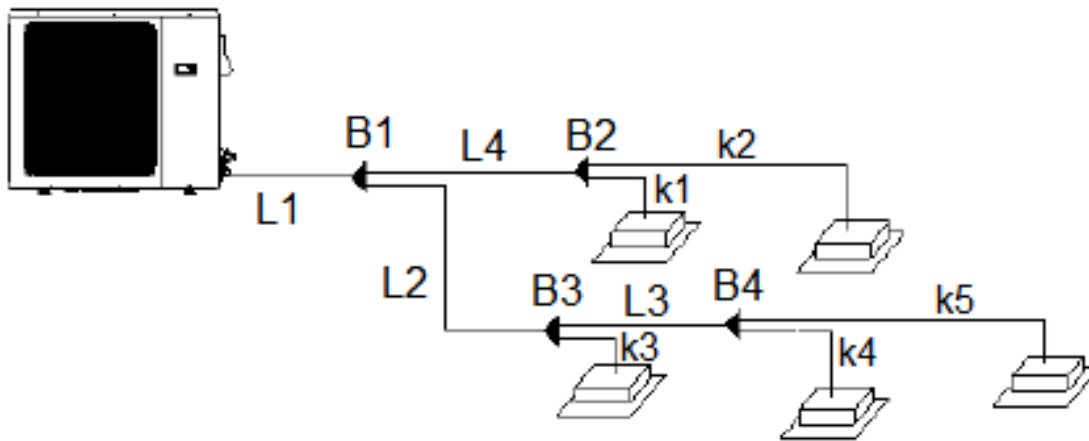

Рис.2.3
- Диаметры труб на участке L1 между рефнетом B1 и наружным блоком (см. рис.2.3) при длине трубы на данном участке < 90 м (см. таблица 2.1)
- Диаметры труб на участке L1 между и рефнетом B1 и наружным блоком (см. рис.2.3) при длине трубы на данном участке ≥ 90 м (см. таблица 2.2)
- Диаметр труб на участках L2, L3, L4 и модели рефнетов B2, B3, B4 (см. рис.2.3) при суммарной номинальной мощности внутренних блоков (Q) (см. таблица 2.3)
- Диаметры труб на участках L2, L3, L4 не могут быть превышать диаметры труб на участке L1 (см. рис.2.3).
- Диаметры труб на участках k1, k2, k3, k4, k5 (см. рис.2.3) определяются мощностью и типом внутреннего бока согласно таблице 2.4